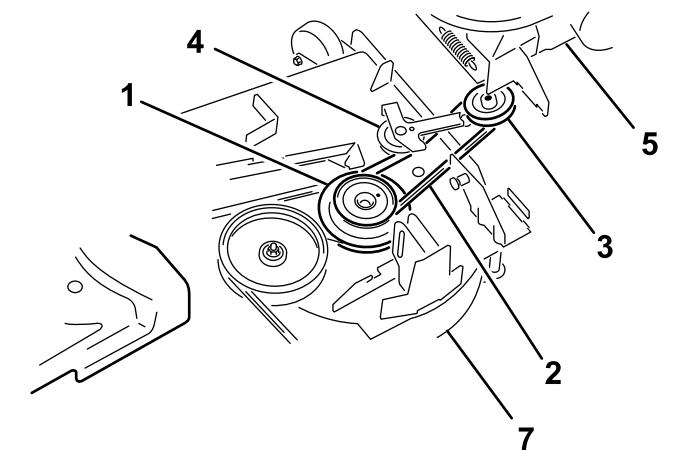

Figura 10
3. Enrute la correa por debajo de la polea tensora (Figura 10).
4. Retire la correa de la polea motriz (Figura 10).
1. Coloque la correa del soplador alrededor de la polea del soplador (Figura 10).
4. Enrute la correa provisionalmente por debajo de la polea tensora (Figura 10).
5. Pase la correa alrededor de la polea motriz (Figura 10).
7. Aparte la polea tensora tensada con muelle de la clavija fija del muelle, y pase la correa alrededor de la polea tensora (Figura 10).